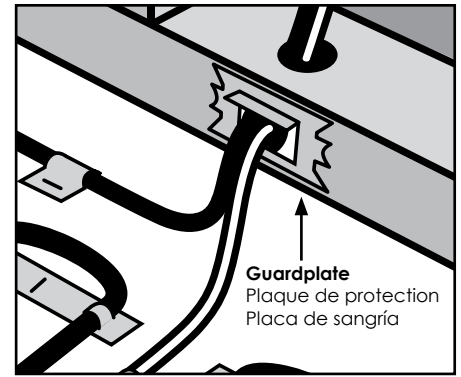

Figure 1
- Install guard plate as shown in Figure 1.
- Installer la plaque de protection de la façon indiquée à la figure 1.